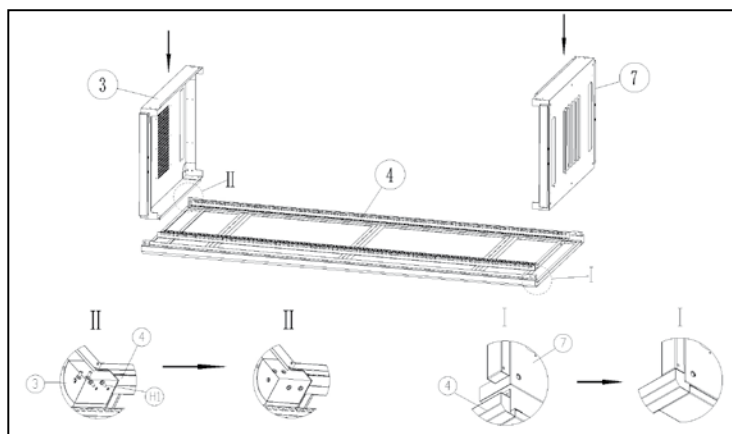

Imagen 1
Coloque la tapa superior y la placa inferior (7) en el marco de la puerta (4). Utilice un tornillo autorroscante M5*12 (H1) para conectar la cubierta superior (3), el marco de la puerta (4) y la placa inferior (7). Consulte la **imagen 1**.